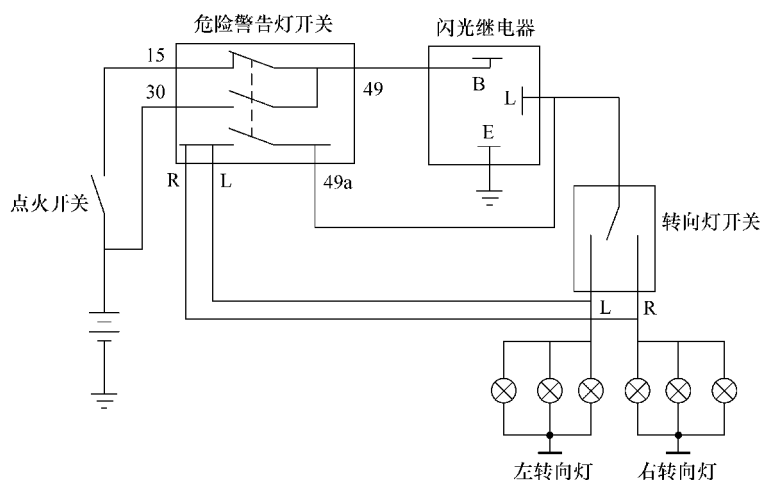

图 10-21 大众车系转向灯、危险警告灯控制电路
(1) 转向信号灯的作用 转向信号灯的作用是在汽车转弯时, 发出明暗交替的闪光信号, 向前后车辆、行人告知其行驶方向, 转向灯的光为橙色, 灯泡的功率一般不小于 20W。
(2) 转向信号灯控制原理 转向信号灯电路主要由转向灯、闪光继电器和转向开关组成, 控制原理如图 10-21 所示。
(1) 危险警告灯的作用 危险警告灯的作用是当汽车发生故障或临时停车时,发出明暗交替的闪光信号,示意车辆、行人避让。
(2) 危险警告灯控制原理 危险警告灯控制原理如图 10-21 所示。